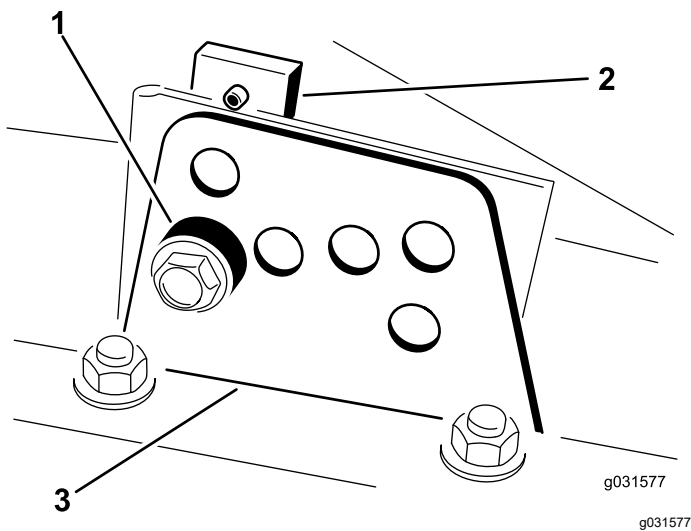

Figure 13
2. Desserrez le boulon qui fixe le support de hauteur de coupe à la plaque de hauteur de coupe (à l'avant et de chaque côté), comme montré à la Figure 13.
4. Tout en supportant la chambre, déposez l'entretoise (Figure 13).